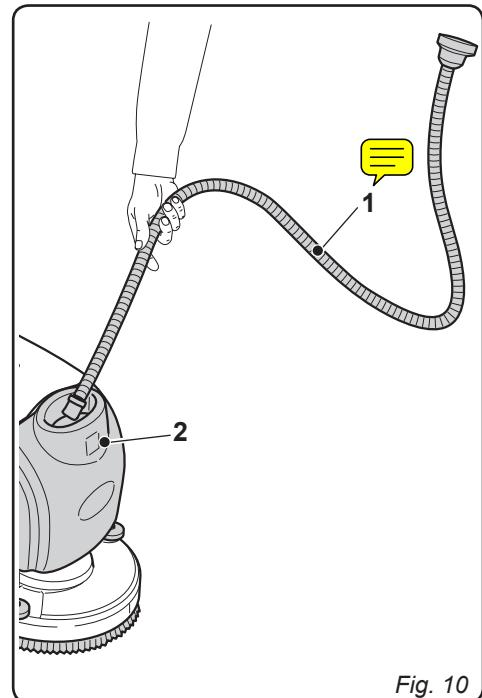

Fig. 10
8.1 RIEMPIIMENTO SERBATOIO (Fig. 10)